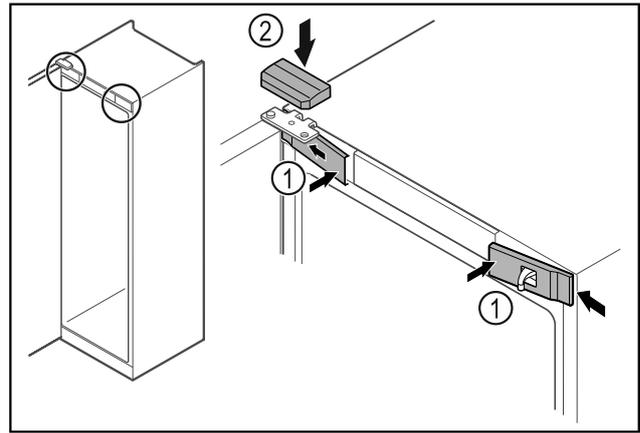

Fig. 47
- Agganciare le coperture anteriori Fig. 47 (1) di lato e innestarle.
- Innestare la copertura superiore Fig. 47 (2) dall'alto.